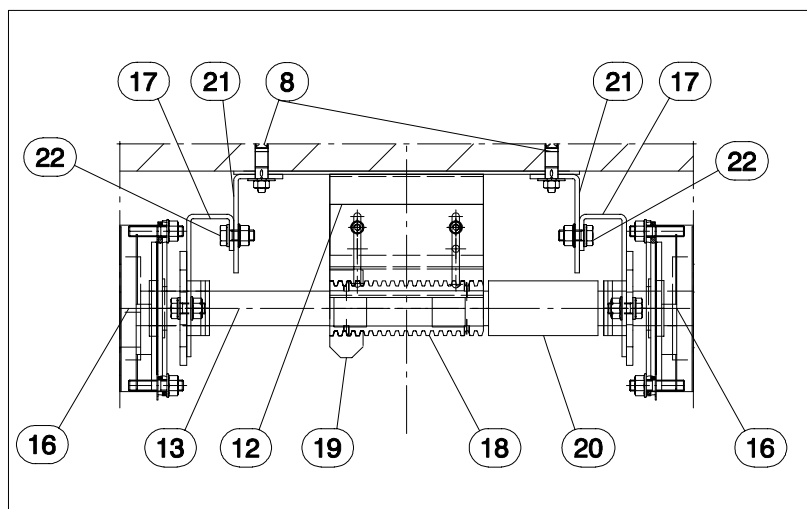

Abb. 9
- Federbruchsicherung (17) (Drehrichtung der Welle beachten) durch das vorgegebene Lochbild mit dem an der Endschalterkonsole (12) angeschweißten Winkel (21) mittels Sechskantschrauben M10x30 und Sechskantmutter 8.8 (22) verschrauben (s. Abb. 9).
- Falls erforderlich anschließend die inneren Lagerkonsolen durch das vorgegebene Lochbild mittels Schwerlastanker FH 12/10 B (8) mit der Wand verdübeln.
- Mit der rechten Hälfte (Feder ist gekennzeichnet) der vormontierten Antriebswelle (13) ebenso verfahren.
- Danach beide Antriebswellen (13) über die Wellenkupplung (20) miteinander verbinden und durch Keil (76) sichern. Die Wellenkupplung (20) so verschrauben, dass die